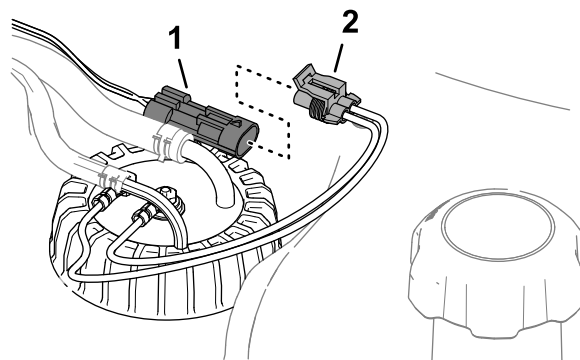

**Figura 83**
3. Retire el conector hembra de 2 vías del arnés del sensor de combustible del conector de 2 pines del arnés de cables de la máquina (Figura 83).